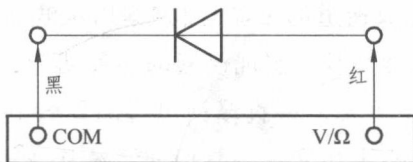

图 2.4 二极管测试电路图
(1) 将黑表笔插入“COM”插孔,红表笔插入“V/ Ω ”插孔(红表笔极性为“+”),将功能开关置于“ $\nabla \rightarrow$ ”档,并将表笔连接到待测二极管,读数为二极管正向压降的近似值,如图 2.4 所示。